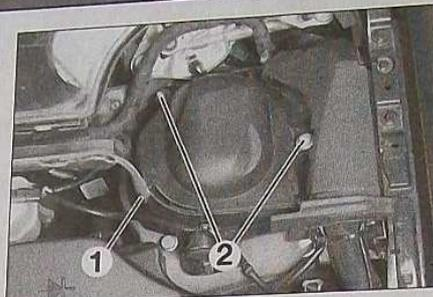

FIG.2
- l'écrou (2) de rotule de direction.
- la vis de fixation (3) du triangle inférieur.
- la vis (1) et les 2 écrous (2) du cache tête d'amortisseur (Fig.2).